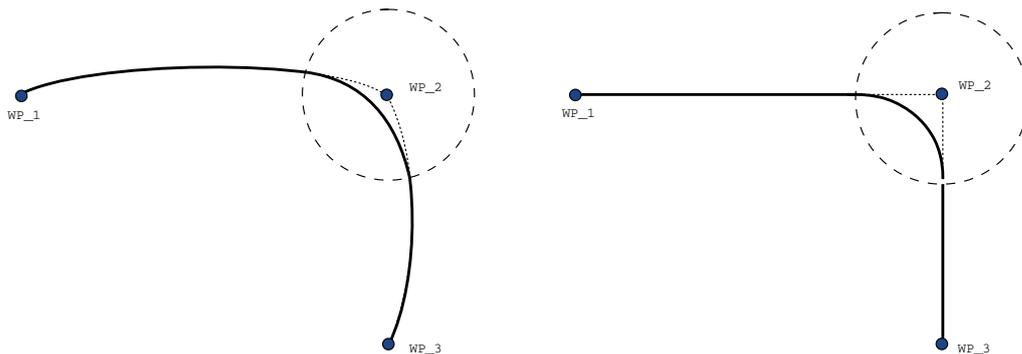

Abbildung 15.6: Bewegung und Blending im Gelenkraum (MoveJ) im Vgl. zum kartesischen Raum (MoveL)
- **Blending mit MoveJ** MoveJ-Blending verursacht eine gleichmäßige Kurve im Gelenkraum. Dies gilt für Blending aus MoveJ zu MoveJ, MoveJ zu MoveL und MoveL zu MoveJ. Das Blending produziert eine glattere und schnellere Flugbahn als die Bewegungen ohne Blending. (siehe Abb. 15.6). Werden Geschwindigkeit und Beschleunigung für das Geschwindigkeitsprofil verwendet, bleibt das Blending innerhalb der Ausführung im Blending-Radius. Wird *Zeit* statt *Geschwindigkeit* und *Beschleunigung* zur Bestimmung des Geschwindigkeitsprofils beider Bewegungen verwendet, folgt der Bewegungsablauf dem Ablauf des ursprünglichen MoveJ. Wenn beide Bewegungen zeitlich eingeschränkt sind, spart der Einsatz von Übergängen keine Zeit.